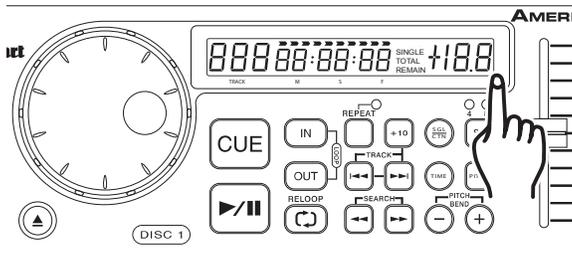
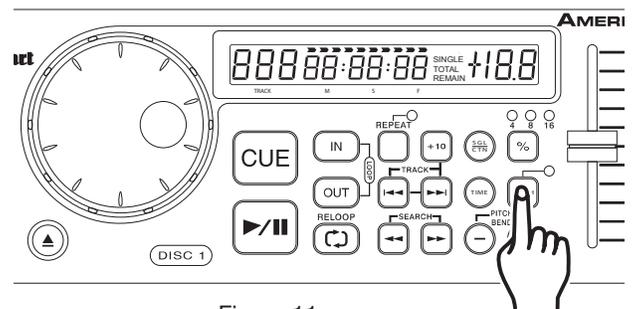

Figura 10
Figura 11
El rango de funcionamiento del control de velocidad variable puede modificarse en cualquier momento. Para cambiar el rango de funcionamiento, asegúrese de encender la función de tono, como se aprecia en la figura 11. El rango de porcentaje de tono puede variarse de acuerdo con los siguientes valores +/-4%, +/-8%, y +/-16%. 4% es el porcentaje mínimo posible de manipulación del tono; por el contrario, 16% es el máximo. Para ajustar los diferentes rangos, presione el BOTÓN PITCH ON/OFF (12) y pulse el BOTÓN % (7) hasta llegar al valor que desea (ver figura 10).